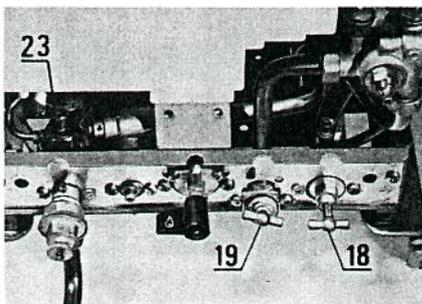

Fig. 21
- Ouvrir le robinet d'arrêt d'eau froide (19) (fig. 21).
#### 2) Remplissage du circuit de chauffage (fig. 21).